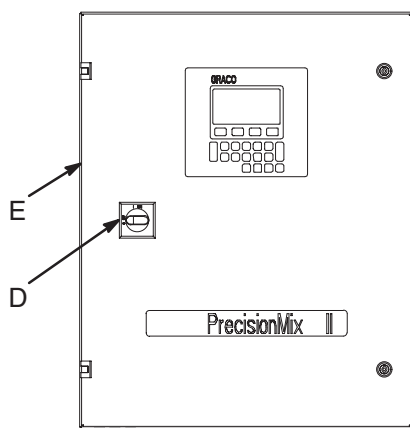
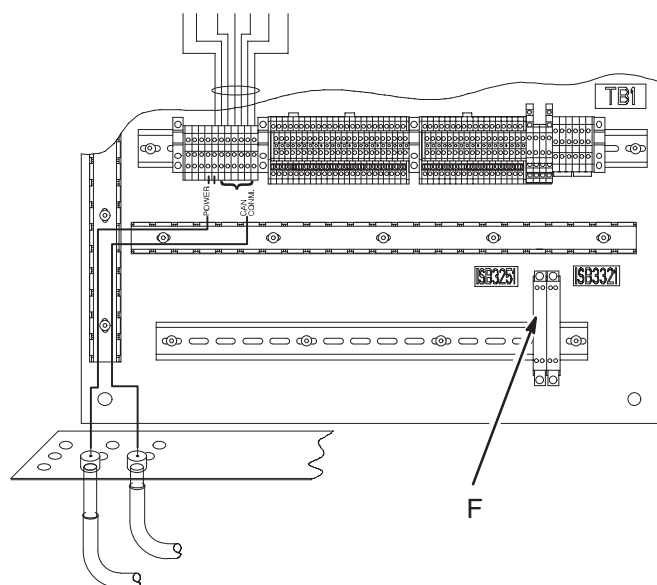

Fig. 11.3
Fig. 11.4
1. Apague el interruptor de potencia del PrecisionMix II (D). Vea la Fig. 11.3.
2. Abra la compuerta del controlador (E).
3. Saque la tapa de la barrera (F) del fusible que debe ser reemplazado. Vea la Fig. 11.4.
5. Instale un nuevo fusible (ref. pieza 115429) y vuelva a colocar la tapa de la barrera (F).
Vea la Fig. 11.3.